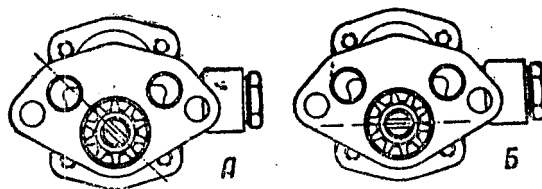

Рис. 22. Положение прорези в валике масляного насоса при установке его на двигатель.
2. Валик насоса повернуть таким образом, чтобы прорезь шипа вала распределителя стояла наклонно, как это показано на рис. 22А.
3. Осторожно вставить насос на место, проследив за тем, чтобы его шестерня не задевала за стенки отверстия в блоке. Когда шестерни насоса и распределительного вала войдут в зацепление, первая повернется, и прорезь для шипа валика распределителя придет в горизонтальное положение (показанное на рис. 22Б).